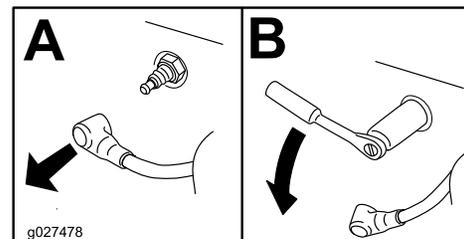

Figure 40
2. Déposez la bougie, comme montré à la Figure 40.